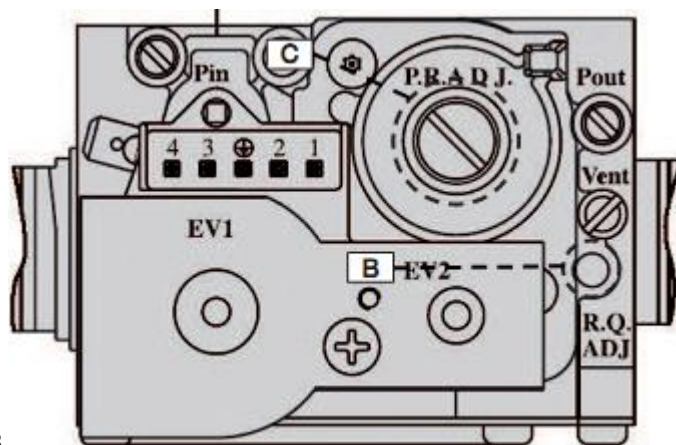

Рис. 38
- Отрегулировать значение углекислого газа (CO2) с помощью регулятора соотношения В (рис. 38) и убедиться, что значение соответствует диапазону, приведенному в таблице 20. Оставить котел в режиме "трубочист" и перейти к регулировке минимальной мощности.
- Отрегулировать значение углекислого газа (CO₂) с помощью регулятора коррекции C (рис. 38) и убедиться, что оно находится в диапазоне таблицы 20.